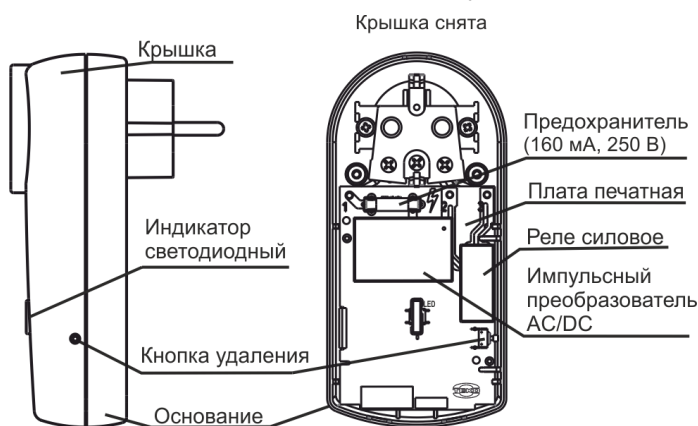

Рисунок 2
4.1 Конструктивно БРР выполнена в корпусе, совмещенном с вилкой и розеткой на 220 В. Внутри корпуса находится печатная плата с радиоэлементами (рисунок 2).